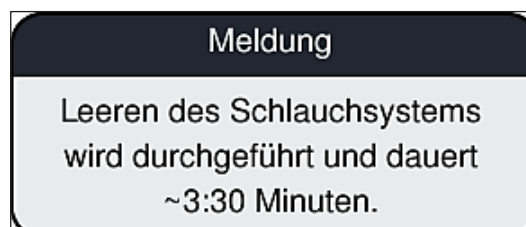

Abb. 106
6. Es erscheint eine Meldung (→ Abb. 106) am Bildschirm, die den Benutzer über die Zeitdauer informiert. Diese Meldung erlischt, sobald das Luft pumpen abgeschlossen ist.